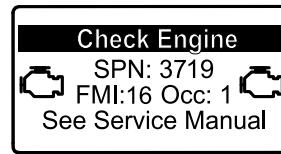

Figura 42
- Se è necessaria una rigenerazione parcheggiata, viene visualizzata un'avvertenza motore nell'InfoCenter SPN 3719, FMI 16 (Figura 42) e il computer riduce la potenza del motore all'85%.